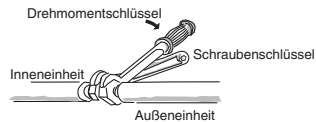

Abb. 7-6
- Wenn die Überwurfmutter von den Verbindungsstücken abgenommen oder nach dem Anschließen der Leitungen festgezogen werden, müssen unbedingt zwei Universalschraubenschlüssel oder Maulschlüssel verwendet werden. (Abb. 7-6)